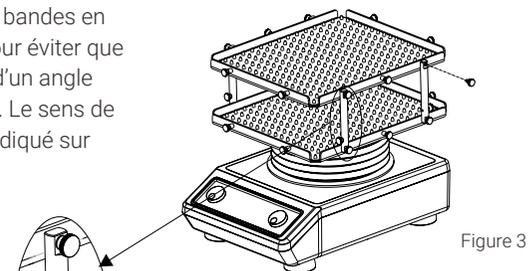

Figure 3
3. Serrez la vis pour bande en caoutchouc sur les deux plateaux, comme illustré sur la figure 3.